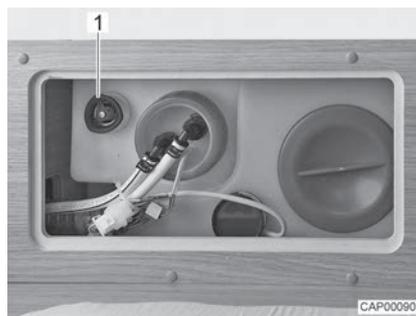

Fig. 93 Depósito de agua con tirador giratorio
- Girar el tirador giratorio (Fig. 93,1) sobre el depósito de agua en sentido de las agujas del reloj, hasta el tope.
- Girar el tirador giratorio (Fig. 93,1) sobre el depósito de agua en sentido contrario a las agujas del reloj, hasta sentir resistencia. El agua se saldrá hasta aprox. 20 litros.